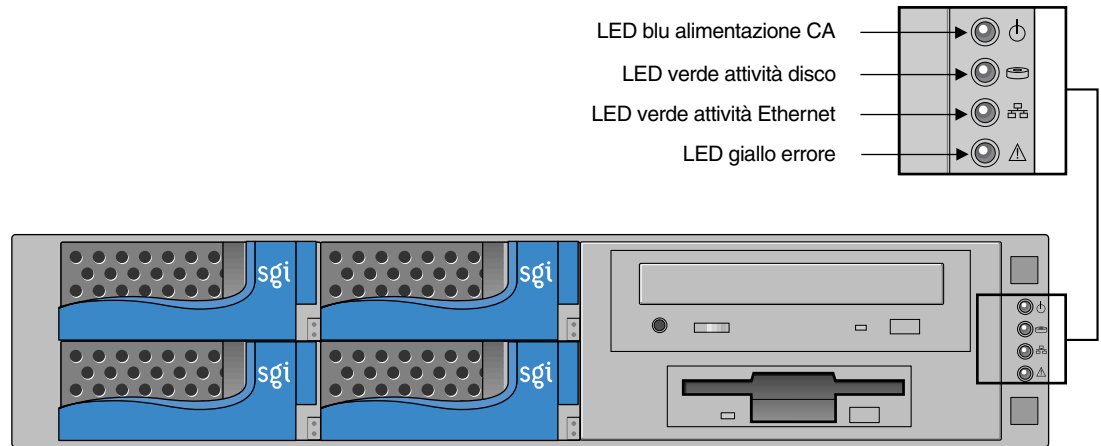

Figura 1 Vista anteriore del server SGI 1200 con la copertura rimossa
3. Rimuovere la copertura di protezione dall'unità a dischetti, se presente. La Figura 1 illustra la posizione dell'unità sulla parte anteriore del server con la copertura di plastica anteriore rimossa.
Verificare che la spia del LED di alimentazione (illustrata nella Figura 1 a pagina 21) sul pannello anteriore sia accesa. Nella *Manuale dell'utente* del server è riportata una descrizione completa dei LED.